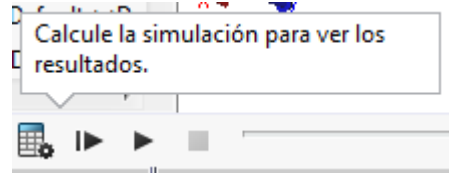

Ilustración 198
Paso 3: Al finalizar se da en calcular como lo indica Solidworks (ver ilustración 198) mostrando el grafico deseado.